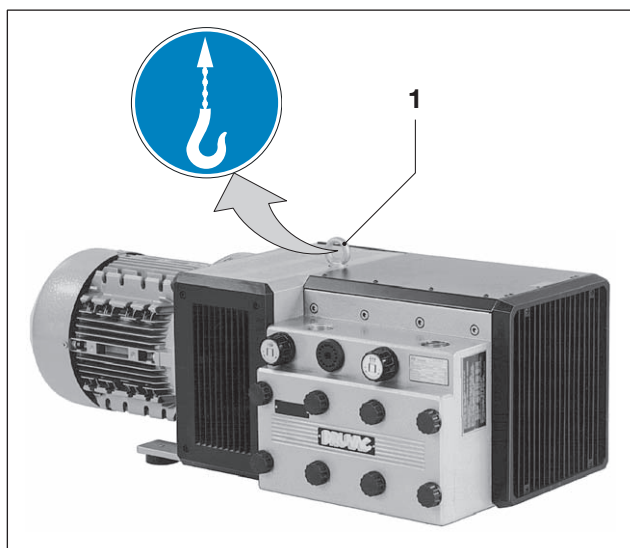

Fig. 1 Lyfta och transportera
- Dra åt lyftbultarna (Fig. 1/1) ordentligt.